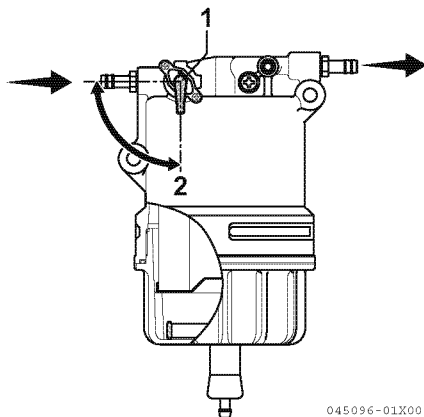

Abbildung 1
2. Sicherstellen, dass sich das Wasserabscheider-Kraftstoffventil (1, **Abbildung 1**) in der ON (EIN)-Stellung befindet (2, **Abbildung 1**).